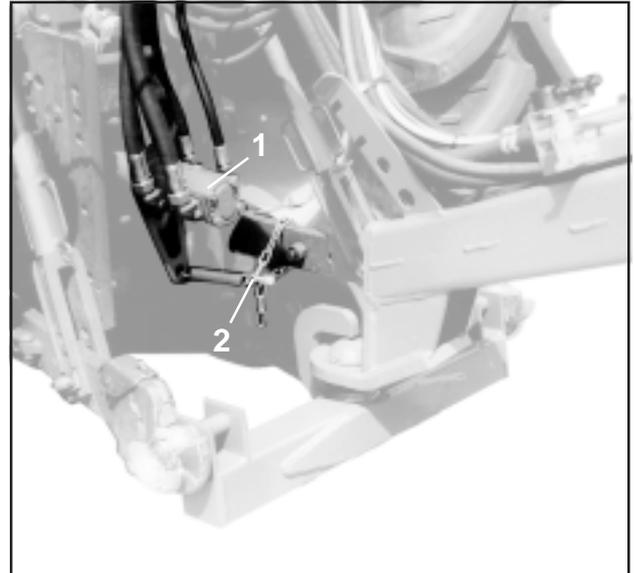

Fig. 5.3
Le semoir **Airstar Primera** est fourni avec une installation hydraulique spécifique. Cette installation hydraulique est entraînée par la pompe hydraulique qui est fixée sur la prise de force du tracteur (fig. 5.3/1) et assure l'entraînement
- Accrochez la chaîne (fig. 5.3/2) convenablement pour éviter tout risque de mise en rotation de la pompe simultanément avec l'arbre !